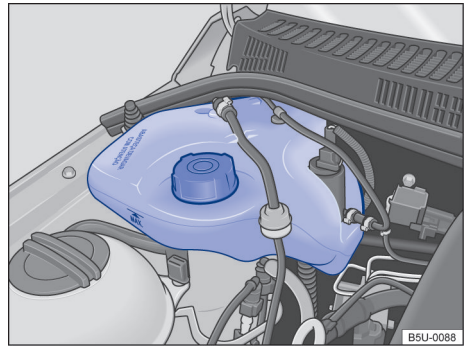

Fig. 168 No compartimento do motor: reservatório de gasolina para o sistema de partida a frio.
O reservatório de gasolina do sistema de partida a frio encontra-se no compartimento do motor, no lado direito → Fig. 168.
- Nunca ultrapassar a marca “MAX” indicada no reservatório → Fig. 168.